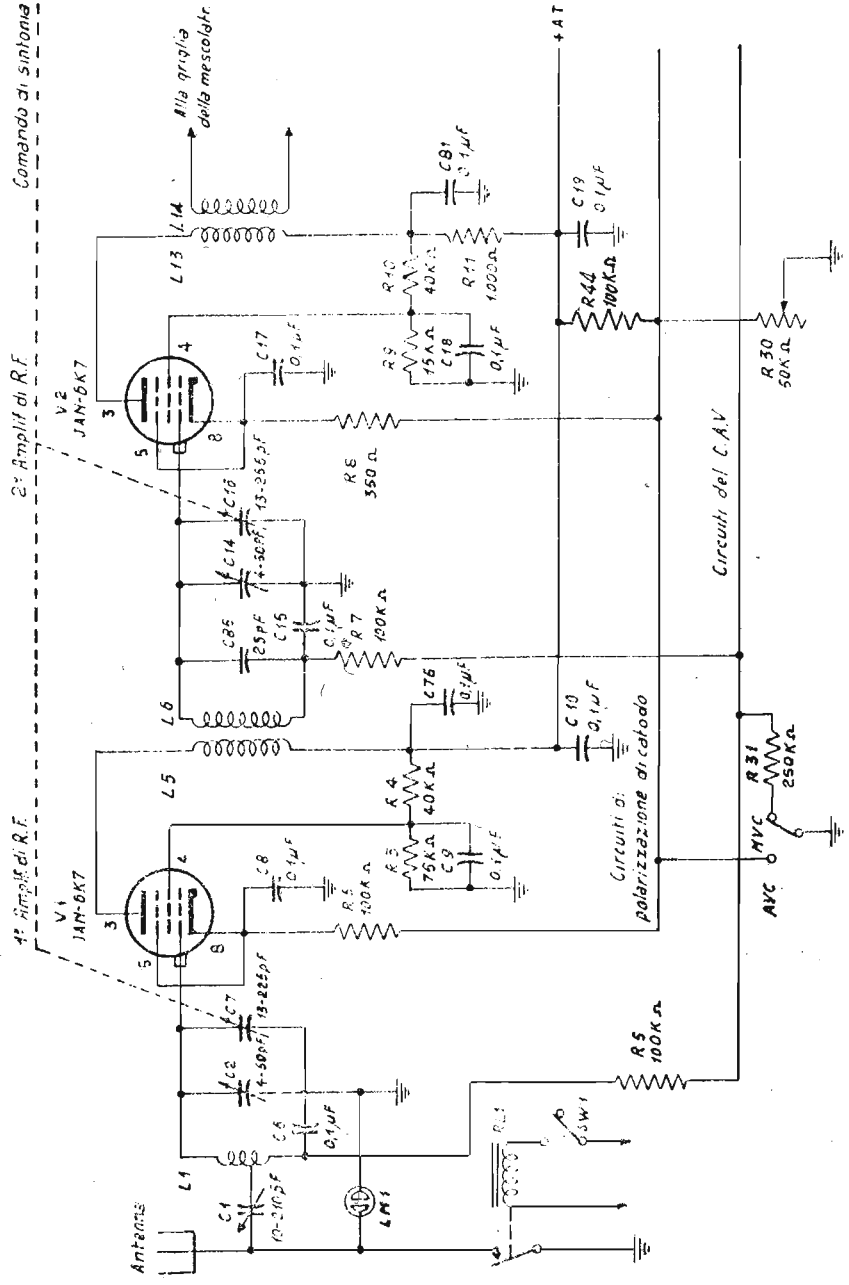

Fig. 5. Stadi amplif. di R.F. dei circuiti BC-314 e BC-344
3. L'uscita del 1° stadio amplificatore di R.F. è accoppiata induttivamente dalla L 5 alla L 6 che si trova nel circuito di griglia del 2° stadio amplificatore di R.F. La L 6 unitamente al C 85, al C 14 ed al C 16 forma il circuito risonante d'ingresso di tale stadio; il funzionamento è identico a quello descritto per il primo stadio (fig. 5).